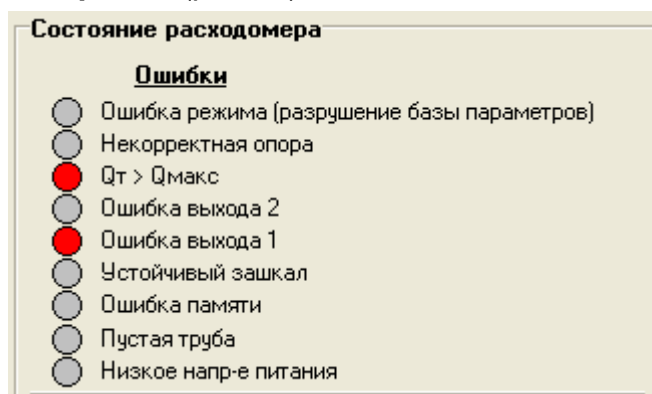

Рис.26. Вид индикации сообщений об ошибках.
5.1. Неисправности (ошибки) и нештатные ситуации, диагностируемые расходомером, отображаются в группе **Состояние расходомера** во вкладке **Измерения** (рис.26).